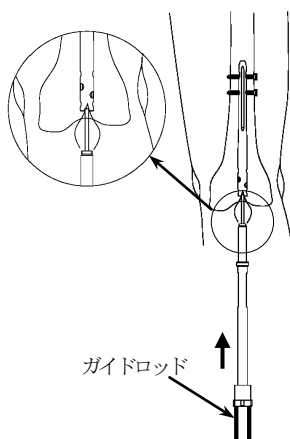
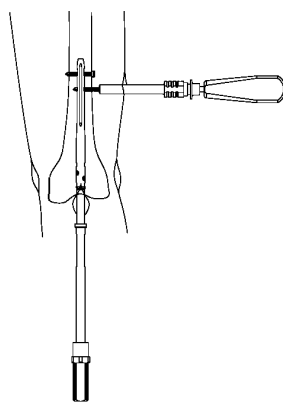

図7-1
図7-2
- 6) 逆行性 N 抜去アダプタのガイドロッドの先端をネイル内に挿入し、逆行性 N 抜去アダプタを真っ直ぐに接続します。(図7-1) **必ず遠位スクリューを抜去してからアダプタを接続して下さい。** 六角 3.5 ドライバーにて骨幹部のフルスレッドスクリューを抜去します。(図7-2)